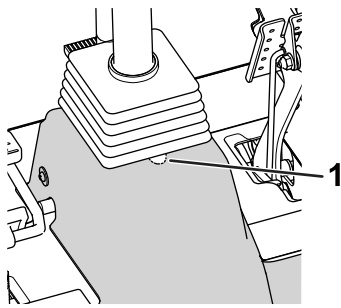

Bild 20
6. Schneiden Sie eine U-förmige Kerbe in der Haube aus (**Bild 20**).